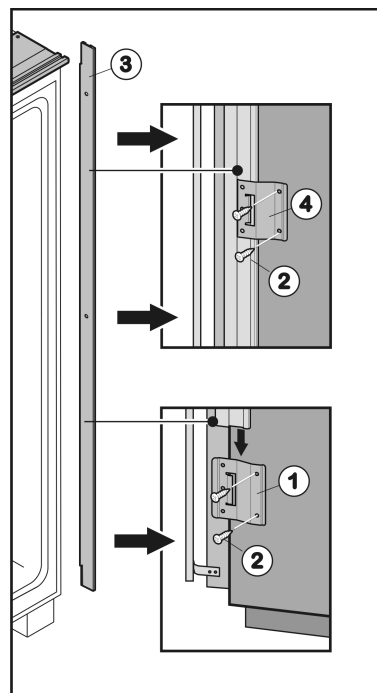
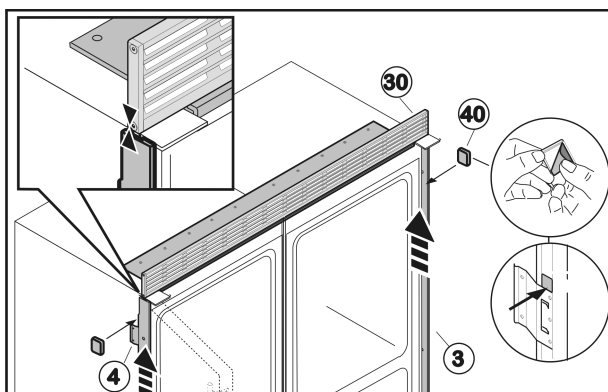

Fig. 39
Fig. 49
- Desatornille las chapas de fijación Fig. 39 (1,4) y retire el riel Fig. 39 (3).
- Monte la chapa de fijación Fig. 39 (1) en la parte inferior del lado de la bisagra con los dos tornillos Fig. 39 (2) en los agujeros previamente perforados.
- Introduzca el riel Fig. 39 (3) desde arriba en la chapa de fijación Fig. 39 (1).
- Deslice la segunda chapa de fijación Fig. 39 (4) desde arriba por el riel y atornillela centrada en la pared lateral.
- Deslice la tercera chapa de fijación Fig. 39 (4) desde arriba por el riel y atornillela en la parte superior de la pared lateral.
- Retire la cinta adhesiva de la regleta de montaje Fig. 49 (3) lateral.
- Desplace la regleta de montaje Fig. 49 (3) hacia arriba hasta que alcance la rejilla de aire Fig. 49 (30).
- Pegue las placas adhesivas Fig. 49 (40) sobre la chapa de fijación Fig. 39 (1) y las chapas de fijación Fig. 49 (4), respectivamente, en la regleta de montaje Fig. 49 (3) para que ésta no resbale hacia abajo.